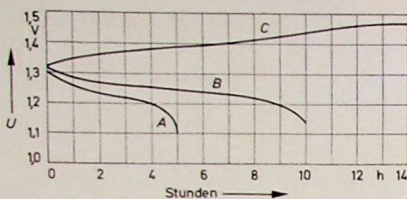

Bild 11. Lade- und Entladekurven einer gasdichten Zelle; A Entladung in 5 h, B Entladung in 10 h, C Ladung in 14 h (nach Leclanché SA)
► geringe Selbstentladung entsprechend Bild 11 (daraus ergibt sich lange Lagerfähigkeit sowohl geladen als auch ungeladen; braucht nur alle 6 bis 12 Monate geladen zu werden);